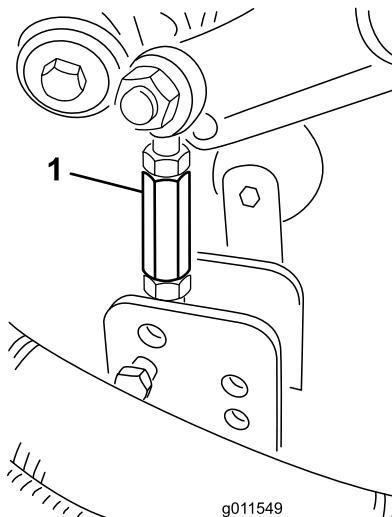

Figura 22
9. Retire os contrapinos tipo grampo e os pinos de segurança que fixam os elementos de ligação do amortecedor aos suportes da plataforma do cortador (Figura 22).